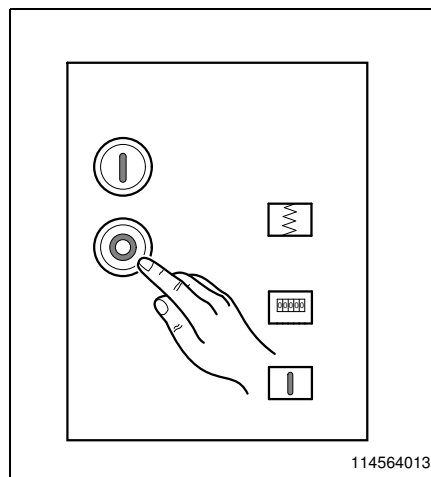

Bild 17
- Den Drucktaster AUS betätigen (Bild 17).